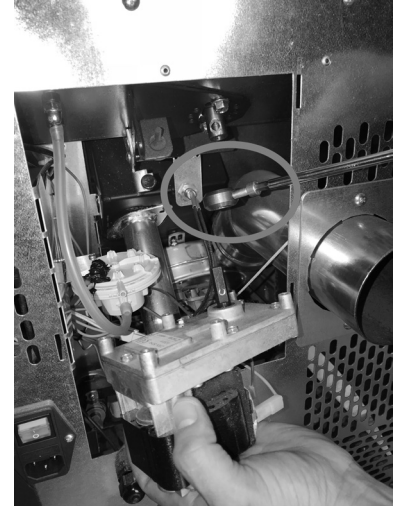

Fig. 46 - Extracción del motorreductor
- Extraer el motorreductor desenroscando el tornillo que lo bloquea (véase **Fig. 46**).